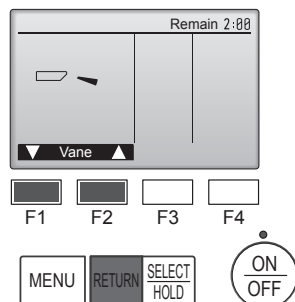

Fig. 7-4
- ② Appuyez sur la touche [SELECT/HOLD] (SÉLECTION/EN ATTENTE) pour afficher l'écran de fonctionnement du volet puis appuyez sur les touches [F1] et [F2] pour contrôler le volet automatique. (Fig. 7-4)